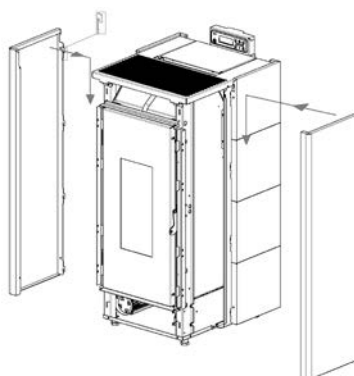

Fig. 44 - Accrocher les panneaux
- Accrocher les panneaux colorés: encaster la partie avant entre les guides présents sur le poêle, puis accrocher derrière à l'aide des dents (voir **Fig. 44**).